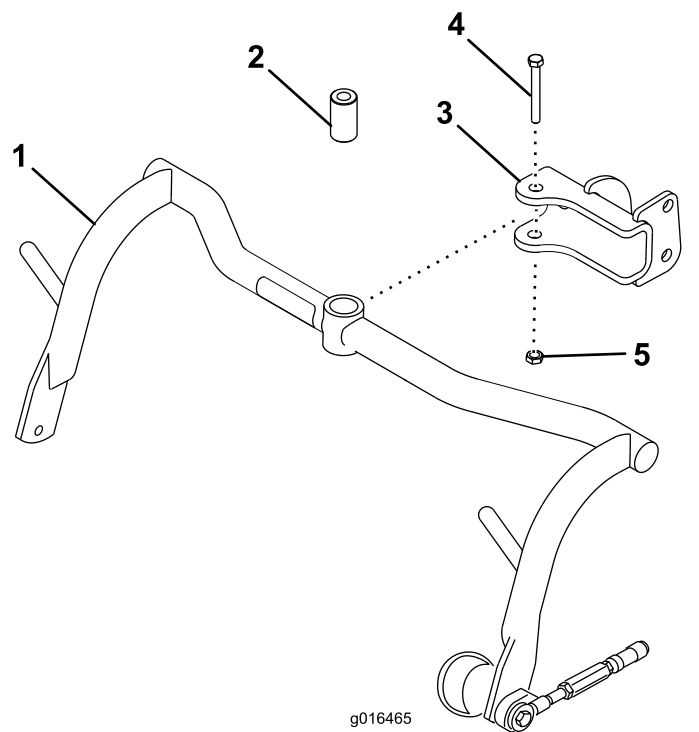

Figure 8
1. Montez un bâti porteur sur chaque chape avec une entretoise, un boulon (1/2" x 3 1/4") et un contre-écrou (1/2") ; voir Figure 8. Serrez à un couple de 91 à 113 N·m.